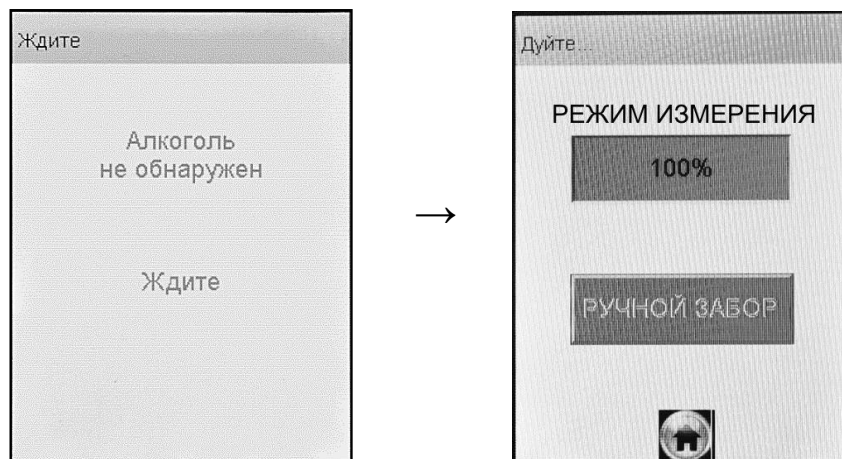

Рисунок 16 – Готовность к отбору пробы
– при положительном результате проверки (при отсутствии этанола и других компонентов), анализатор перейдет в окно готовности к отбору пробы (рисунок 16, справа);
Целесообразно прекратить выдох. Для повторного выдоха нажмите виртуальную кнопку «**Повтор**», после перехода анализатора в окно готовности к отбору пробы (рисунок 16, справа) обследуемый может повторить выдох согласно 2.7.11 настоящего РЭ.